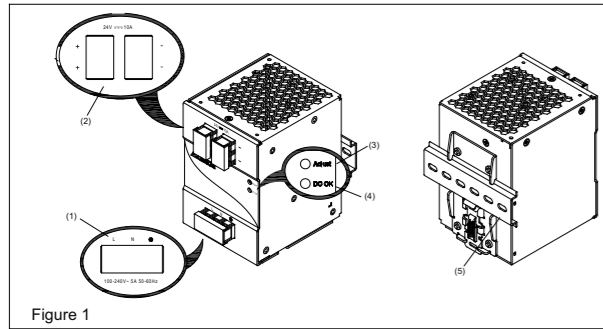
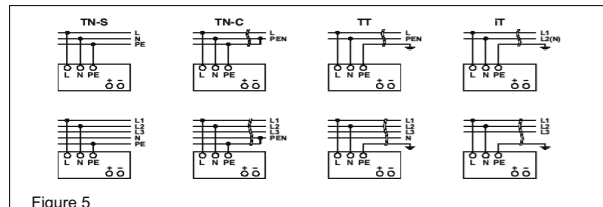

Figure 1
Figure 5
2. Gerätebeschreibung (Abb. 1)
5.1. Anschluss der Eingangsklemmen (Abb. 1, Abb. 5)
5.2. Anschluss der Ausgangsklemmen (Abb. 1 (2))
Verwenden Sie die Schraubklemmen „+“ und „-“, um den 24 VDC-Anschluss herzustellen. Am Ausgang stehen 24 VDC zur Verfügung. Die Ausgangsspannung kann am Potentiometer zwischen 22 und 28 VDC eingestellt werden. Die grüne LED „DC OK“ zeigt die korrekte Funktion des Ausgangs an (Abb. 1 (4)). Das Gerät verfügt über einen Kurzschluss-, Überlast- und Überspannungsschutz, der auf 35 VDC begrenzt ist.